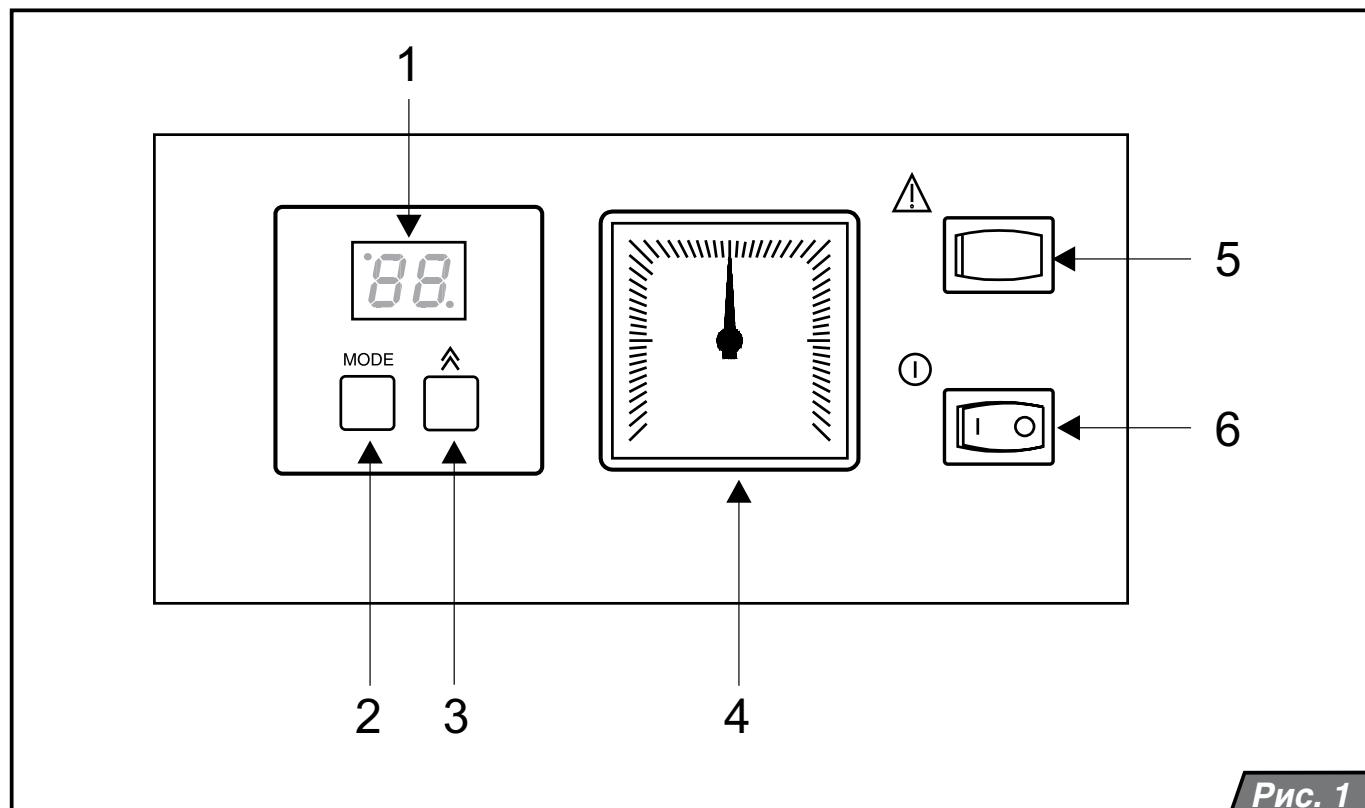

Рис. 1
Главный выключатель (рис.1, поз.6) предназначен для включения и выключения котла. Он располагается в правой части панели управления.
### Описание элементов управления (рис. 1):
Давление в системе отопления постоянно отображается на манометре котла (рис.1, поз.4).
В случае если к котлу не был подключен датчик температуры воды в бойлере, нажмите кнопку MODE 1 раз (рис.1, поз.2). Если датчик
| F1  | Потеря пламени                              | Данная ошибка означает необратимое блокирование автоматики зажигания и прекращение подачи газа через газовый клапан, т.е. ПОТЕРЮ ПЛАМЕНИ. Подобная блокировка может возникать в тех случаях, когда, находясь в режиме открытого газового клапана, автоматика зажигания не получает обратный сигнал о наличии пламени от ионизационного электрода. Котел отключится, и на дисплее высветится ошибка F1. Данная неисправность может быть вызвана также срабатыванием элементов безопасности – аварийного термостата или термостата продуктов сгорания. Низкое давление газа на входе, неправильное электрическое подключение (перепутаны местами фаза и ноль) также могут быть причиной потери пламени. Для снятия сбоя нажмите кнопку RESET (рис.1, поз.5). Если сбой не удается устранить с помощью кнопки RESET, обратитесь в сервисную организацию. |
- Установите главный выключатель (рис. 1, поз. 6) в положение ВКЛЮЧЕНО (!). Котел включится и начнет работать в режиме ГВС (если бойлер подключен к котлу). После нагрева ГВС котел переключится на режим отопления (при условии, что режим отопления активен). В случае защитного отключения котла на дисплее панели управления появится сообщение о
неисправности (см. „Сообщения об ошибках“, стр.8). С помощью кнопки RESET (рис. 1, поз. 5) разблокируйте котел. Если, после включения, защитное отключение повторится, или невозможно будет произвести разблокировку котла, обратитесь в сервисную организацию.
При кратковременном отключении котла установите главный выключатель (рис. 1, поз. 6) в положение ВЫКЛЮЧЕНО (O). При выключении котла на длительный период необходимо отключить его от электрической сети и перекрыть подачу газа в котел. Если в зимний период котел не используется, то систему отопления необходимо опорожнить. Однако необходимо избегать частых сливов и подпиток системы отопления во избежание образования накипи и отложений внутри котла.